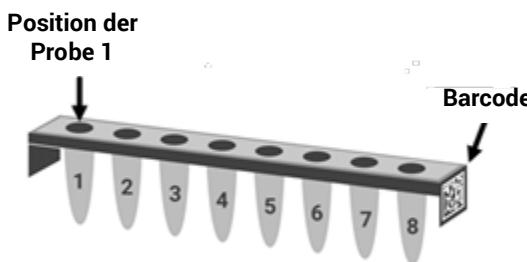

Abbildung 8 Erforderliche Ausrichtung der Probennummern 1 bis 8 im Magnis Sample Input Strip.
- Achten Sie darauf, dass Sie die Proben an der richtigen Proben-Well-Position einlegen, wobei die Probe 1 am weitesten vom Barcode entfernt ist, wie nachfolgend in Abbildung 8 gezeigt.**